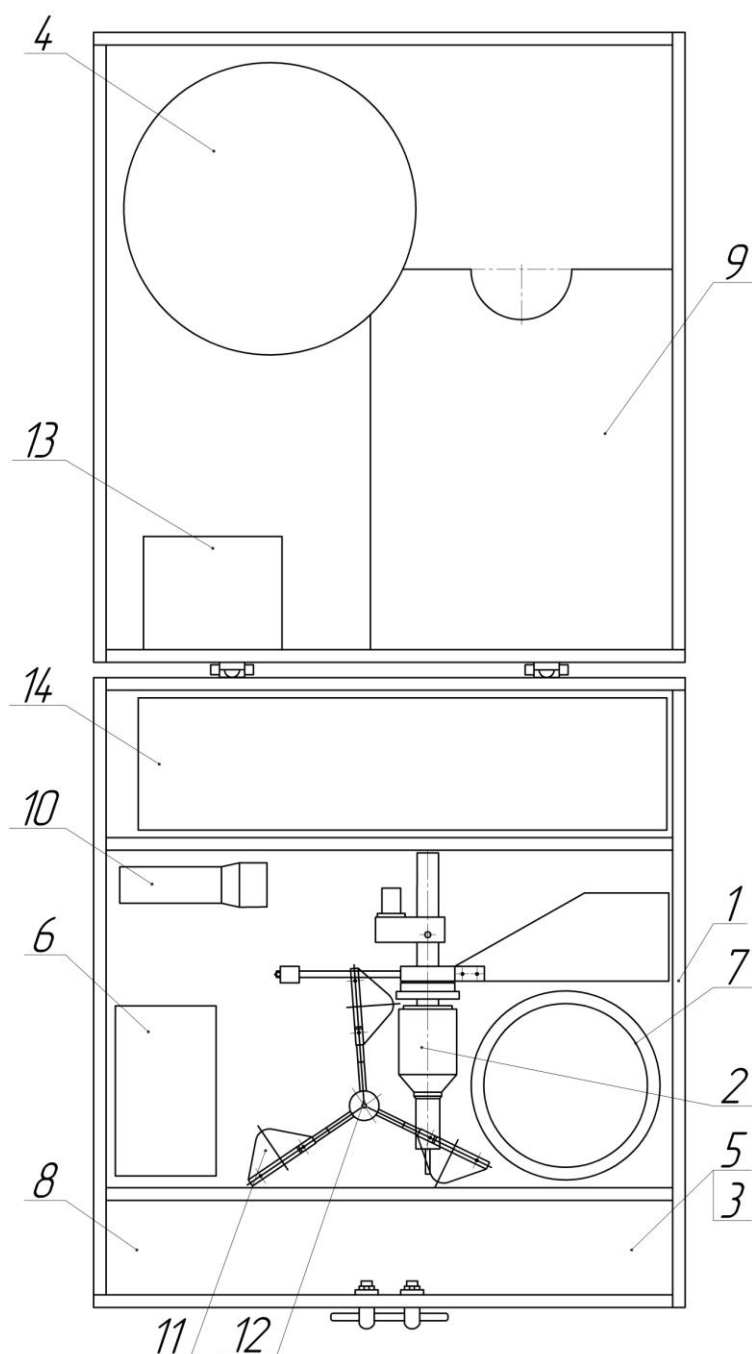
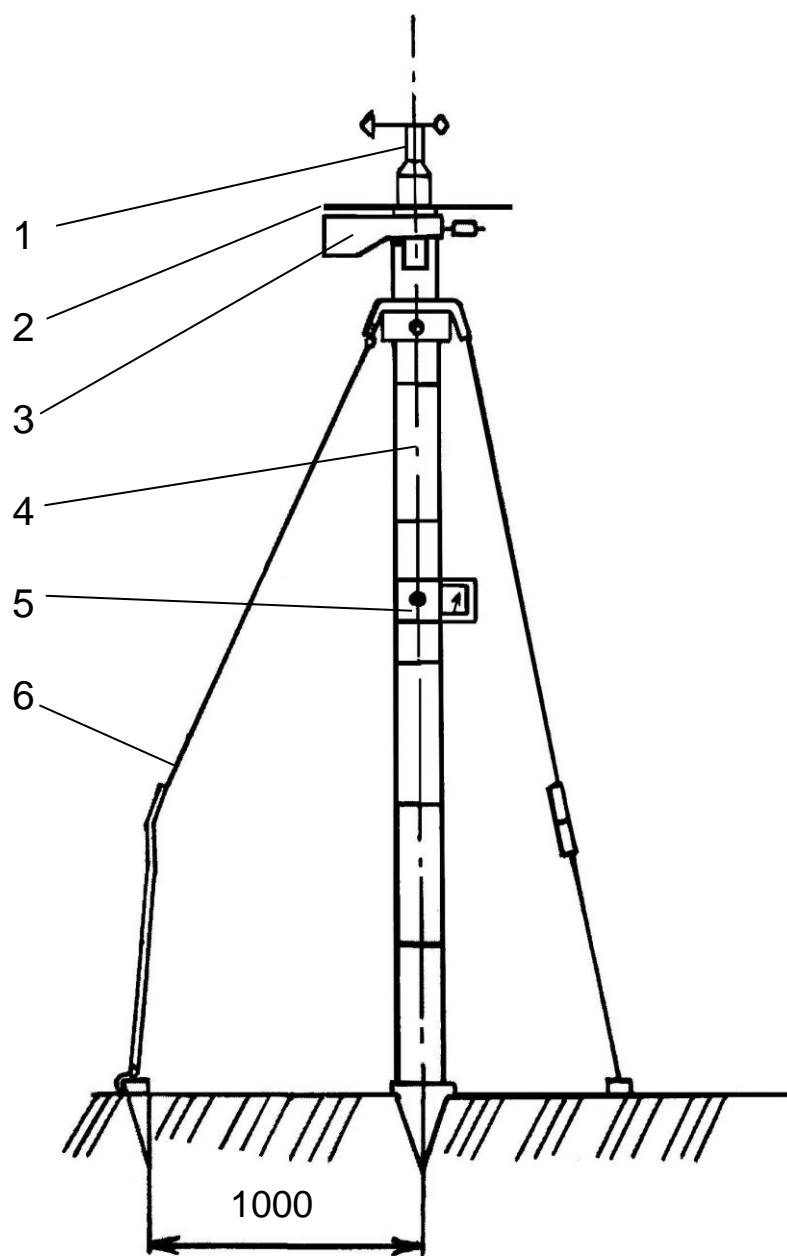

Рисунок 1 – Схема укладки метеокомплекта в «кейс»
Рисунок 2 – Метеомачта с датчиком параметров ветра в собранном виде
3.1 Метеокомплект (рис.1) состоит из отдельных независимых друг от друга метеорологических датчиков (приборов):
4.1.2 Собрать мачту, как показано на рис.2. На штангу с белой отметкой устанавливается прихват поз.3 рис.1 и закрепляется стопорным винтом. Штанги скручиваются по резьбе. На стойку приходится 6 штанг: верхняя - штанга с белой отметкой, на которую крепится датчик ветра, нижняя – штанга с коническим концом и опорной квадратной планкой, которой мачта опирается о землю. Остальные четыре штанги – промежуточные, одна из которых штанга со стопорным винтом, на которую крепится стрелочный прибор.
4.1.3 Извлечь из «кейса» датчик ветра поз.2 рис. 1 с лимбом поз.4 и вертушкой поз.11. Собрать датчик ветра:
2) закрепить вертушку гайкой поз. 12 рис. 1 на датчике ветра.
4.1.8 При работе с психрометром поз. 14 рис. 1 на датчике ветра необходимо на кронштейне со стрелочным прибором закрепить крюк для психрометра поз. 8. Психрометр подвешивается на крюк за «шарик».